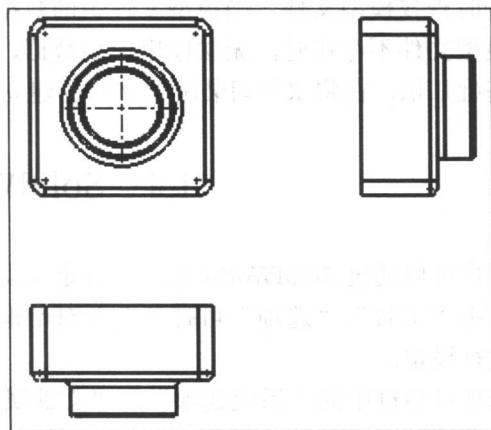

图 1-8 插入的标准三视图
(4) 点击管理器中的 \checkmark ，图纸中出现标准三视图，如图 1-8。